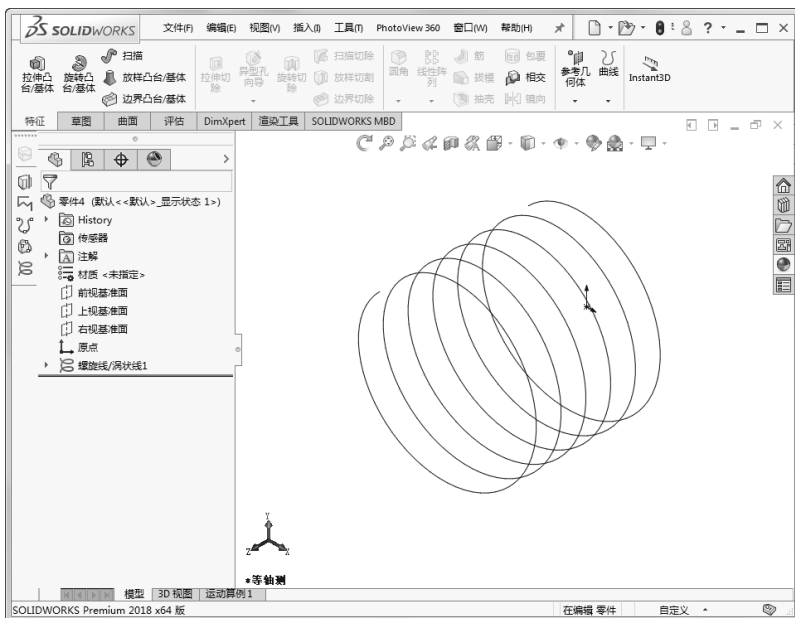

图 3-20 生成的螺旋线及其 FeatureManager 设计树
6) 单击右键在弹出的快捷菜单中选择 C (旋转视图) 命令, 将视图以合适的方向显示。生成的螺旋线及其 FeatureManager 设计树如图 3-20 所示。